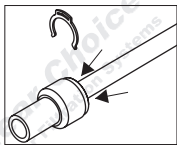

Рис. 2
- 2) Дожать симметрично дожатием фланец быстроразъемной муфты (рис. 2).